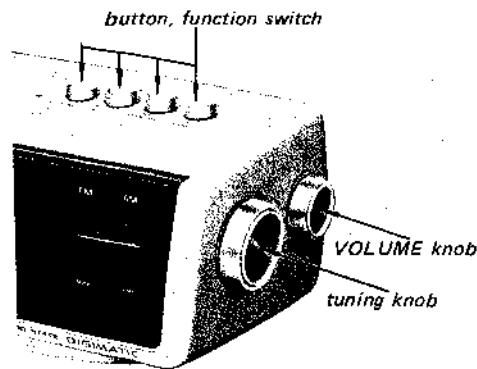

Fig. 2-2.
2. Entfernen des Lautstärke- und Senderwahlknopfes und der 4 Funktionschalter (Fig. 2-2).